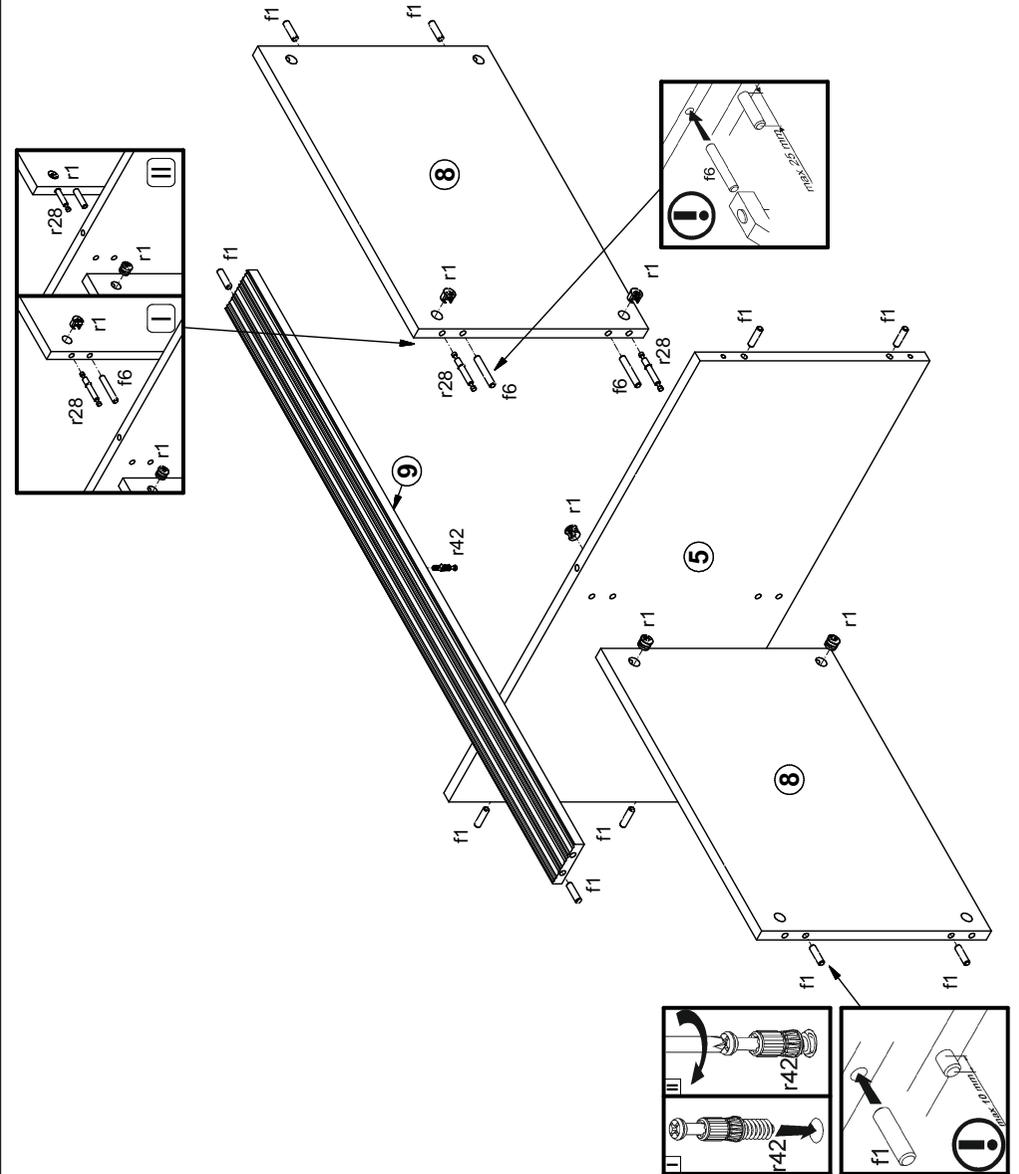

Рисунок 3
4.5. В отверстия  $\varnothing 8$  мм на торцевых внутренних поверхностях полок соединительных 8 в крайние отверстия вставить двухсторонний винты стяжек r28 и шканты f6 (см. рис.3).